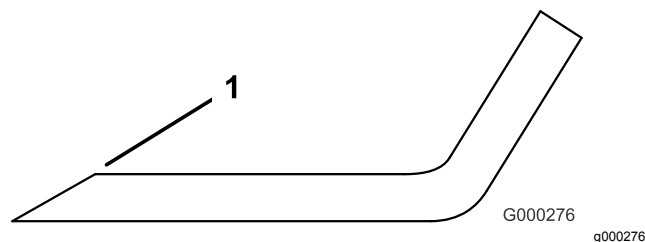

図 33
3. 全部のブレードの刃先を丁寧に点検する。刃先が鈍くなっていたり欠けていたりした場合には研磨する。研磨は刃先の上面だけに行い、刃の元々の角度を変えないように十分注意する **図 33**。ブレードの左右を均等に削れば、バランスを狂わすことなく研磨を行うことができる。